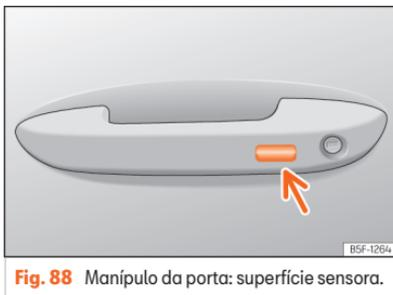

Fig. 88 Manípulo da porta: superfície sensora.
- **OU:** através do sistema Keyless Access (apenas fecho): Mantenha um dedo durante alguns segundos sobre a superfície sensora de bloqueio **» »** **Fig. 88** (seta) do manípulo da porta
Mantenha um dedo durante alguns segundos sobre a superfície sensora de bloqueio »» Fig. 88 [seta] do manípulo da porta para fechar o teto. Se deixar de tocar na superfície sensora, a função de fecho é interrompida.